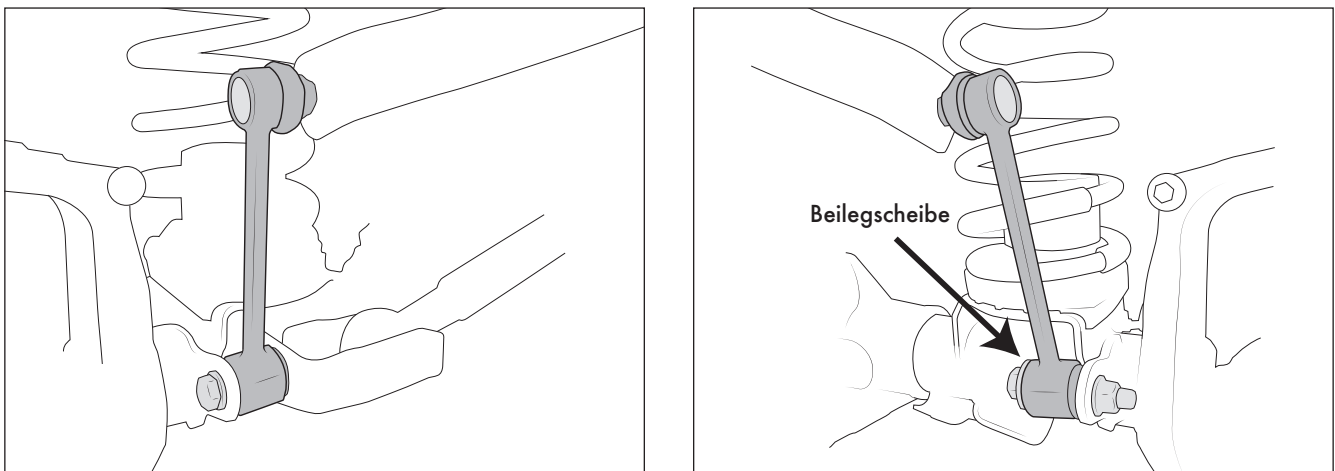

Abbildung 19
HINWEIS: Der obere Stift hat ein anderes Gewinde als der Rest des M12-Verbindungselemente in der Aufhängung - es handelt sich um eine „Standardsteigung“ im Vergleich zu einer „Feinsteigung“. (Abb.19).
B. Die unteren Enden der Glieder werden an der originalen Stelle mit der Originalhardware befestigt. Unterlegscheibe nur an der Innenseite des Lenkers auf der Fahrerseite anbringen. (Abb. 19).